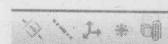

图 1-15 【参考几何体】工具栏
- 【参考几何体】工具栏。该工具栏用于提供生成或使用参考几何体的工具，如图 1-15 所示。